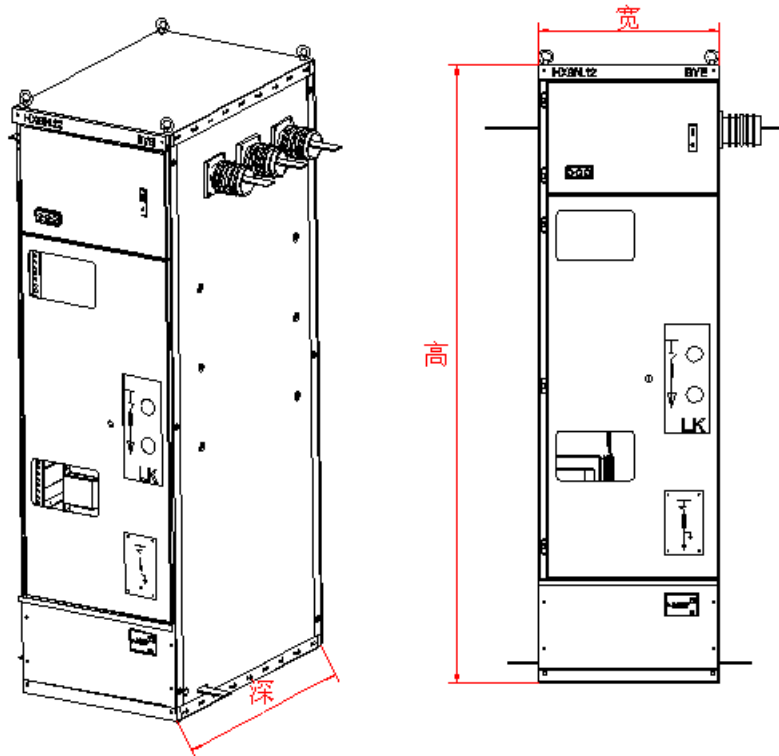

图 6 外形尺寸
柜体的外形尺寸为（宽 X 深 X 高）：400(600、800)X900X1800(2000)，举例如图 6
- 接地开关（8）与活门联动，并与负荷开关联锁，图 6 所示负荷开关为分闸位置，接地开关合闸、活门关闭，些时动静触头隔离，负荷开关与柜门连锁分离，打开柜门，维护作业安全。